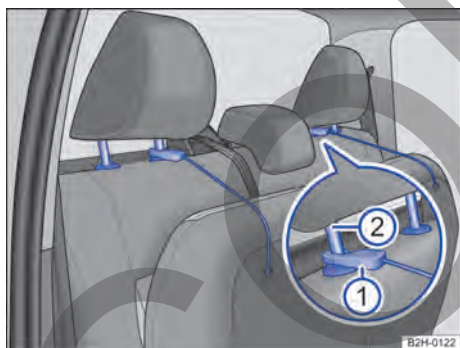

Fig. 60 En el asiento trasero: fijación de la banqueta en los apoyacabezas.
3. Dado el caso, suba el apoyacabezas y enganche la cinta → Fig. 60  en la barra interior del apoyacabezas .